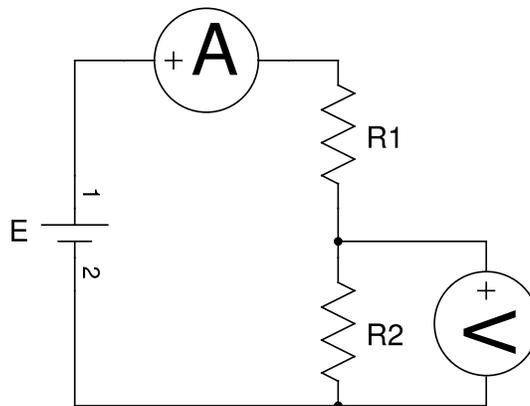

Figura 1.5
1. Monte o circuito da figura 1.5, para $1k\Omega \leq R_1 < R_2 \leq 20k\Omega$;
3. Meça com um voltmímetro e um amperímetro a corrente e a tensão indicadas na figura 1.5 para $E = 0.5V$;